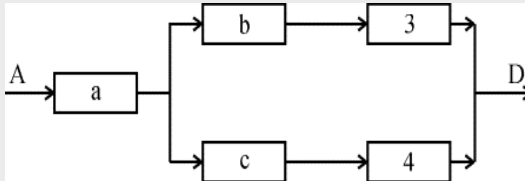

Рисунок 10 - Перетворена структура
4. Визначимо ймовірність безвідмовної роботи еквівалентного пристрою (рис. 10):